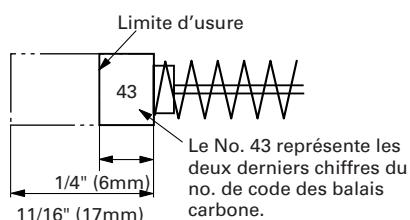
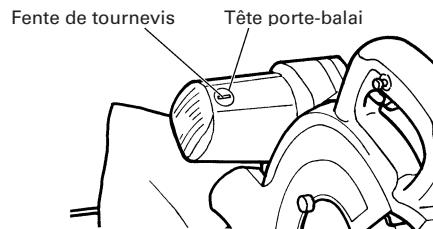

Fig. 53
Fig. 54
3. Inspecter les balais carbone (Fig. 53 et Fig. 54)
En conséquence, inspecter périodiquement les balais en carbone et les remplacer lorsqu'ils ont atteint la limite d'usure comme indiqué à la Fig. 53.
Par ailleurs, maintenir les balais carbone propres de façon qu'ils glissent régulièrement dans les porte-balai. Les balais carbone sont faciles à retirer ; pour cela, retirer les têtes porte-balai (voir Fig. 54) avec un tournevis à tête plate (signe moins).